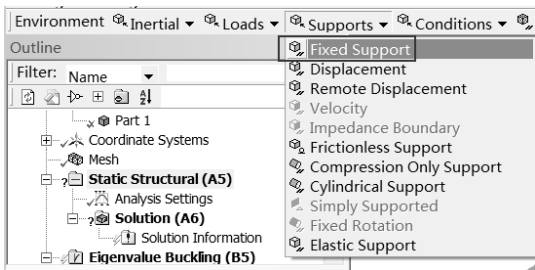

图 14-102 选择约束
Step2：选择 Environment (环境) 工具栏中的 Supports Fixed Support 命令，如图 14-102 所示。